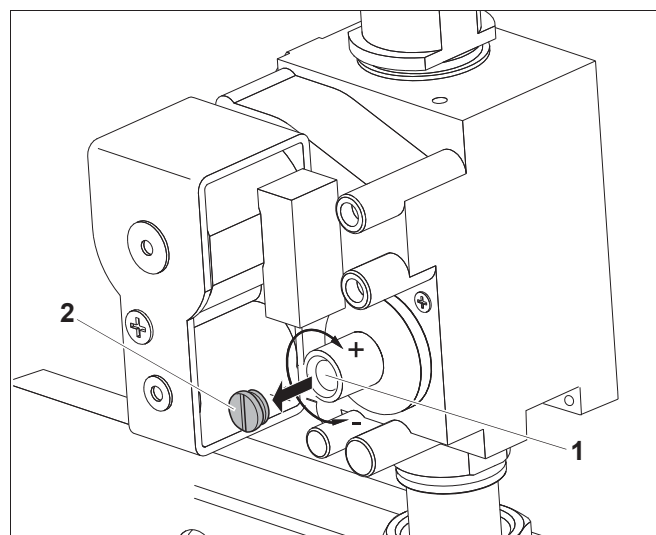

Рис. 49 Газовая арматура "SIT" 840 Sigma
- Снять защитный колпачок (рис. 49, поз. 2; возможно опечатан) над регулировочным винтом давления на форсунках (рис. 49, поз. 1). Отрегулировать давление на форсунках поворотом винта в направлении плюс или минус (рис. 49, поз. 1).